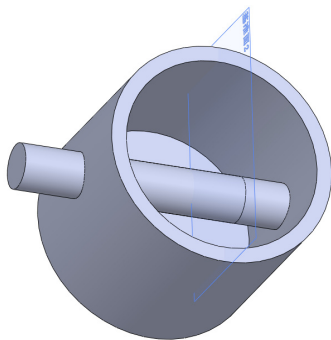

图 10-24 添加对称配合模式
(4) 单击两次【确定】按钮, 即可添加对称配合方式, 效果如图 10-24 所示。